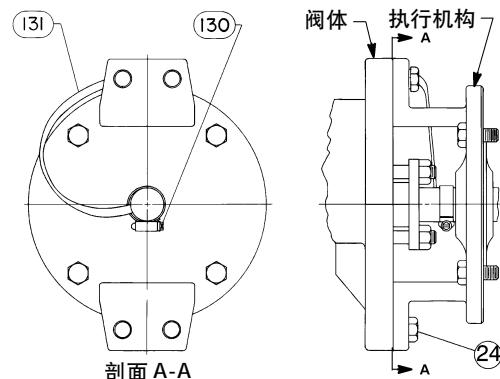

图 3. 可任选的驱动轴与阀体之间的连接电缆带组件
3. 如果需要的话，用导线夹（件号 130，图3）把连接电缆带（件号 131）固定在驱动轴（件号 8）上，并把连接电缆带的另一头通过执行机构安装螺钉连接到阀体上。